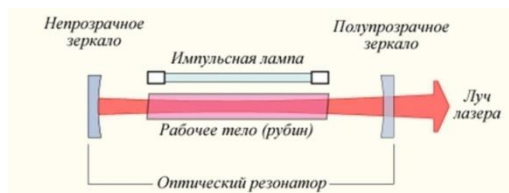

рис.1
1. Назовите и охарактеризуйте конструкции лазеров (рис.1, рис.2.)